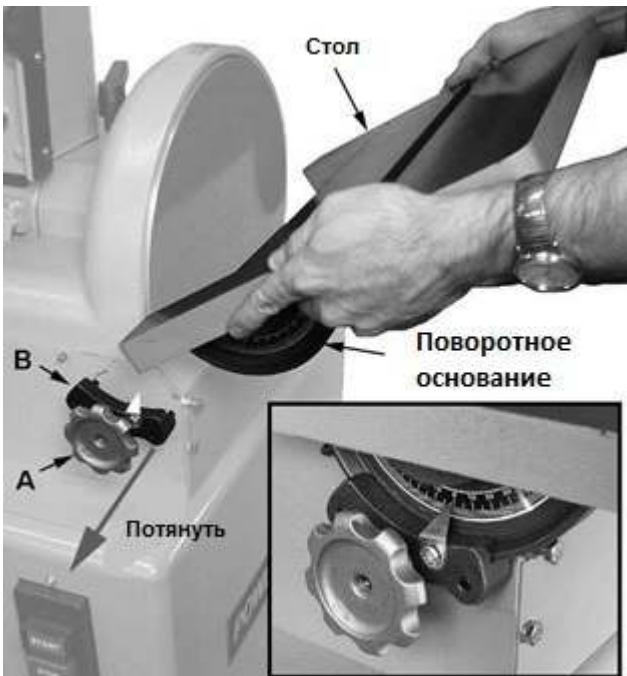

Рис. 11
См. Рис. 11:
1. Ослабьте стопорные маховики (A) по обеим сторонам станка и вытяните держатели поворотного основания (B) на достаточное расстояние для обеспечения зазора между держателями и корпусом станка.
2. Установите стол путем заведения поворотного основания стола в пазы держателей (см. Рис. 11). Будьте осторожны и не повредите угловой указатель, расположенныйный на левом держателе.
3. Установите держатели (B) в прежнее положение и затяните стопорный маховик (A).